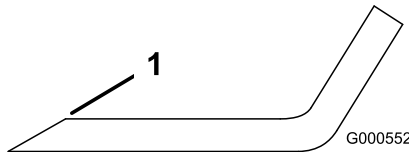

Figure 82
- Au moyen d'une lime, aiguissez les tranchants aux deux extrémités de la lame (Figure 82).
Remarque: Si la lame est déséquilibrée, limez un peu l'extrémité de l'ailette seulement (Figure 82).